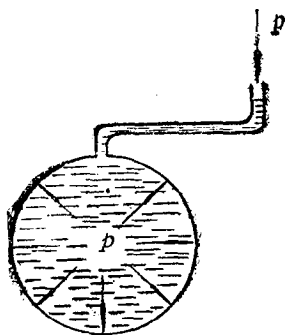
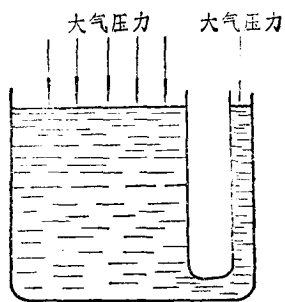

图 1-1 水在密闭容器内压力传递示意
图 1-2 连通器
2. 液体 可以流动，无固定形状，但有一定体积的物质叫做液体。如在常温常压下，水、酒精、油、硫酸、汞等，都属于液体。由于液体分子的排列比较紧密，在极大的外力作用下，它的体积才发生极微小的变化，因此，通常我们把液体看作是**不可压缩的**。如图 1-1 所示，在一个装满液体的密闭容器里，当液体的某一部分受到外力作用时，它能够立即将加于它的力，大小相等地传到容器的其余部分。在图 1-2 的盛有液体的连通器里，如果连通器的两个液面上所受的压力相等，则连通器的两个液面始终保持在同一水平面上。锅炉水位表